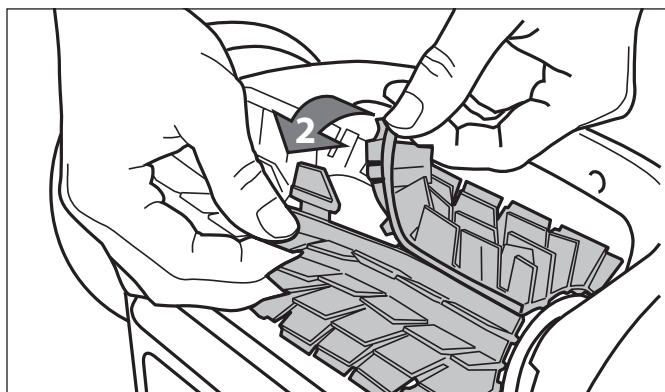

Figura 28. Deshaga las trabillas del cepillo
2. Separe los bordes del cepillo y deshaga las pestañas como se muestra en la Figura 28. Retire los cepillos gastados.